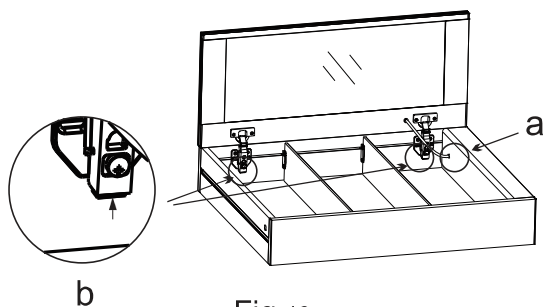

Fig.12
4.1.Lossa plastmuttern och dra ut kabeln (a), håll ner basen på de två gångjärnsskydden (b) och ta bort spegeldörren (bild 12).